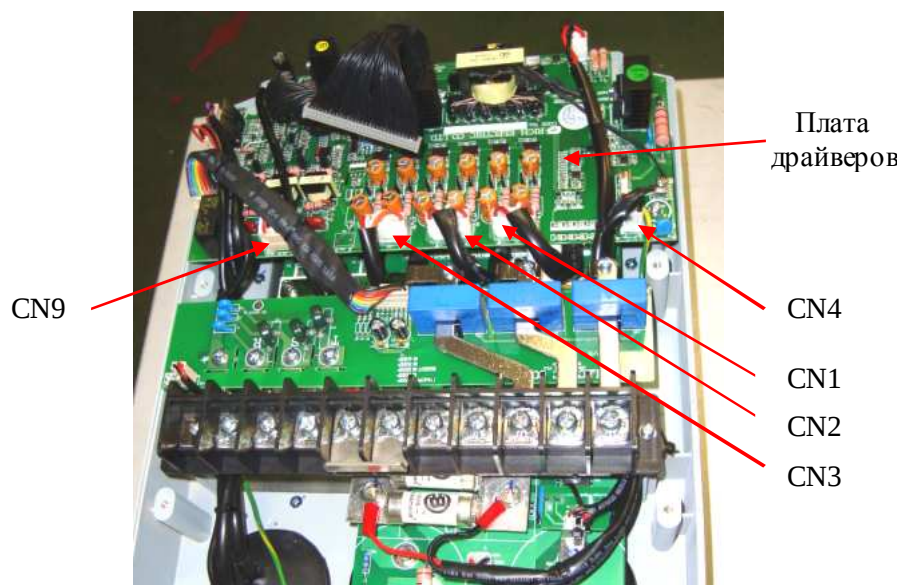

Рис.4.4
4.7.1. Расположение разъемов управления диодно-тиристорными полумостами (CN9) и модулями IGBT (CN1...CN3) приведено на рис. 4.4.
4.9.1. При диагностике платы драйверов проводится проверка только каналов управления модулей IGBT (пп. 4.9.6...4.9.10). Расположение разъемов управления модулями IGBT (CN1...CN3) приведено на рис. 4.4.